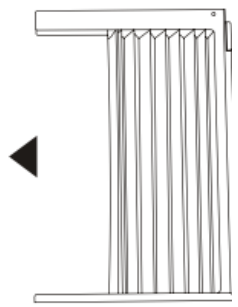

Figura 1
A. Coloque la unidad en el suelo, en un banco o en una mesa. Sostenga el panel de acordeón con una mano y tire el centro suavemente hacia atrás para liberar el extremo abierto. Consulte la Figura 1.